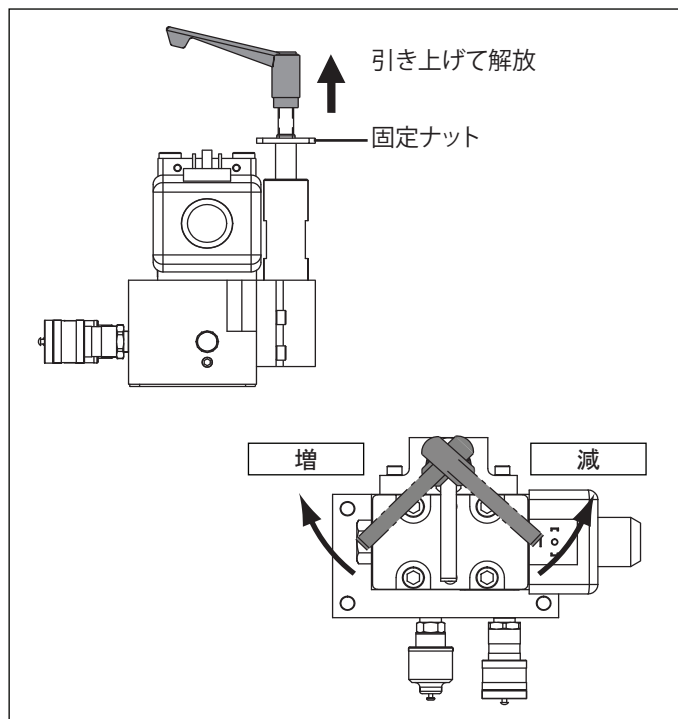

図12 調整可能なリリース弁 (標準)
2. リリース弁を固定しているナットを緩めます。図12を参照してください。
2. リリーフ弁を固定しているナットを緩めます。図12を参照してください。